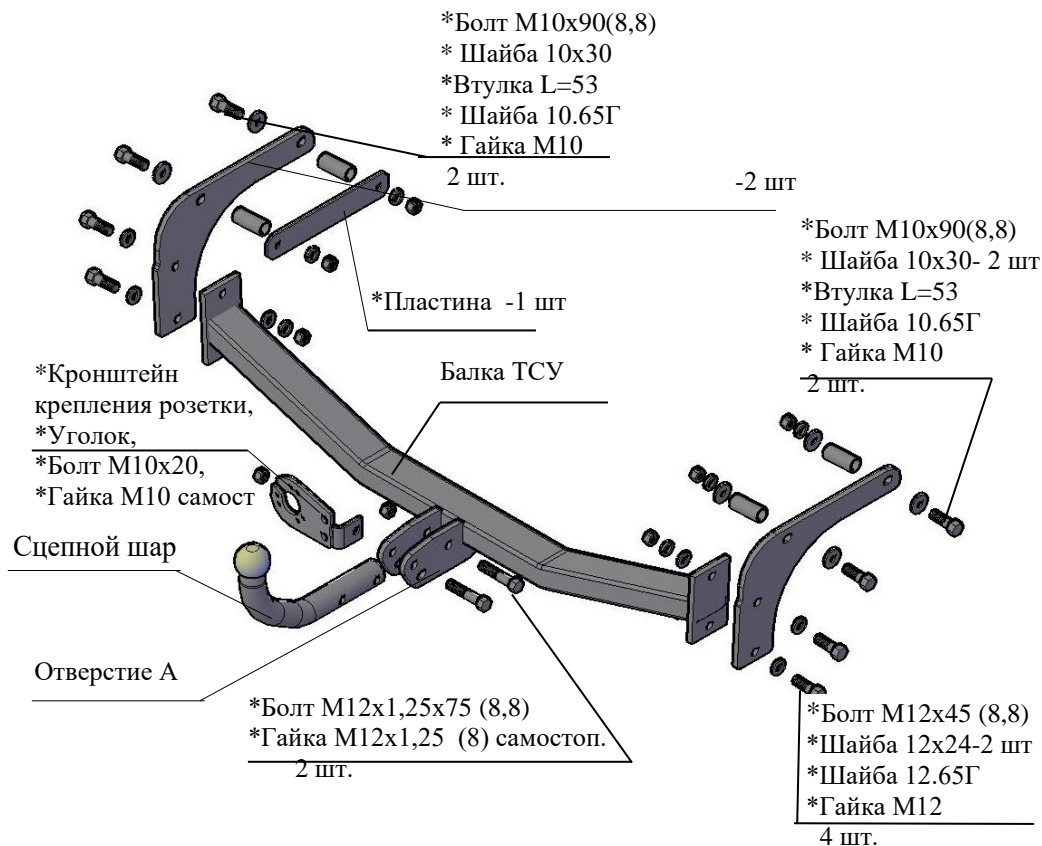

Рис.1 Тягово-сцепное устройство ТСУ 2040.
2.1 ТСУ 2040 в сборе (рис.1)	1 шт.
2.2 Пакет с комплектующими (см. рис.1)	1 шт.
4.3 Закрепить боковые кронштейны к боковым внешним полкам лонжеронов а/м болтами М10х90 и гайками М10 (болты ставить с внешних сторон лонжеронов соответственно рис.1), под головки болтов подложить шайбы 10х30, под гайки слева (по ходу а/м) подложить шайбы 10.65Г и пластину, справа под гайки подложить шайбы 10.65Г и шайбы 10х30. Внутри лонжеронов установить дистанционные втулки. Крепеж не затягивать.